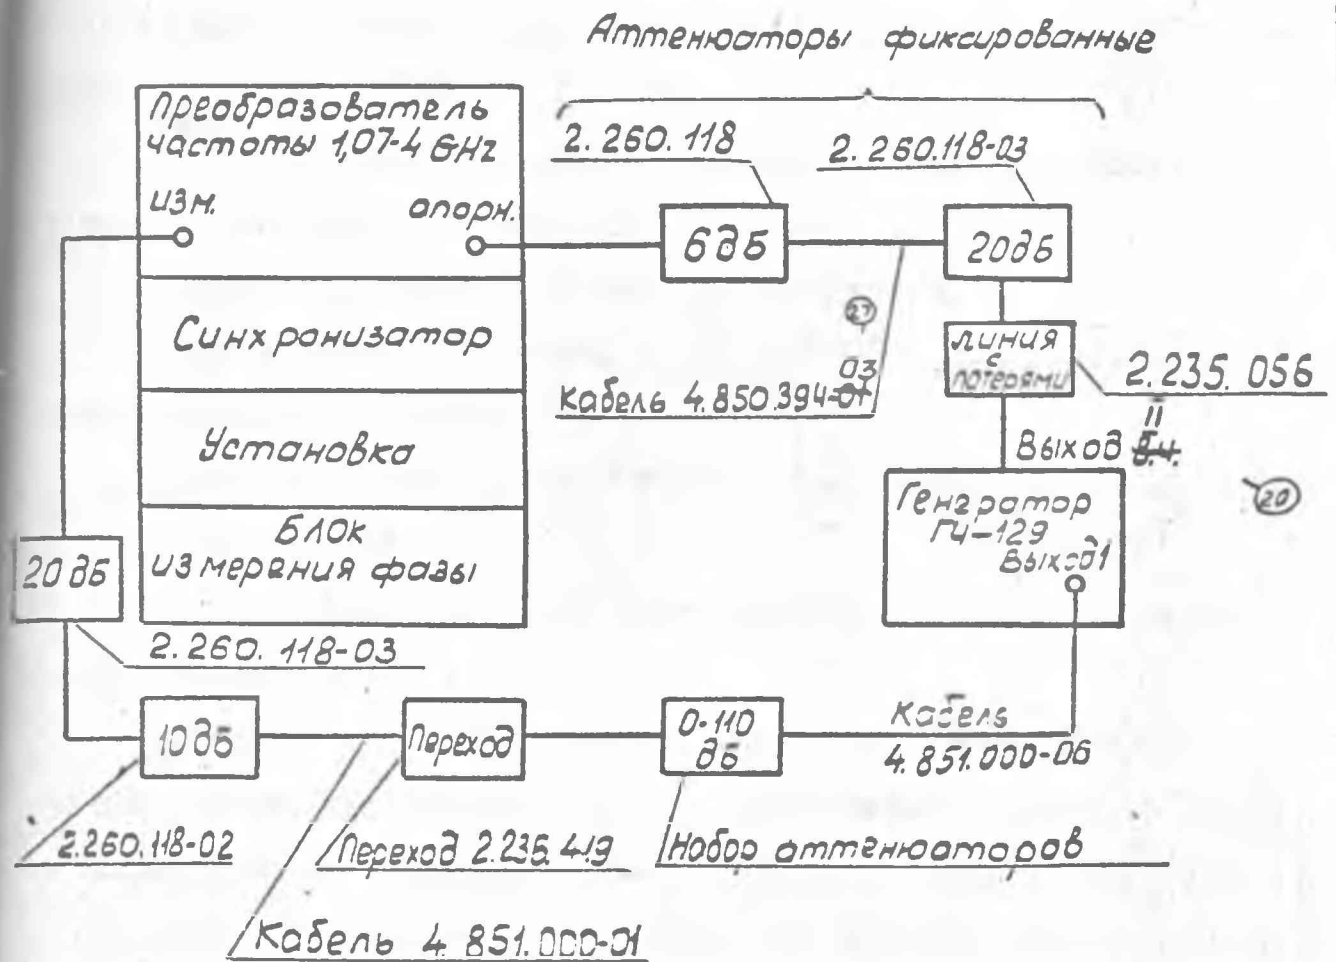

Рис. 87 Схема электрическая структурная определения погрешностей БАп; БУп; БАн, БУн, БА, БУ на частоте 107 ГГц
13.3.II. Определение погрешностей измерения ослабления и фазы  $\delta A_n$  и  $\delta \varphi_n$ ,  $\delta A_n$ ,  $\delta \varphi_n$ ,  $\delta A$ ,  $\delta \varphi$  на частоте 1,07 ГГц проводится по схеме, приведенной на рис.87.